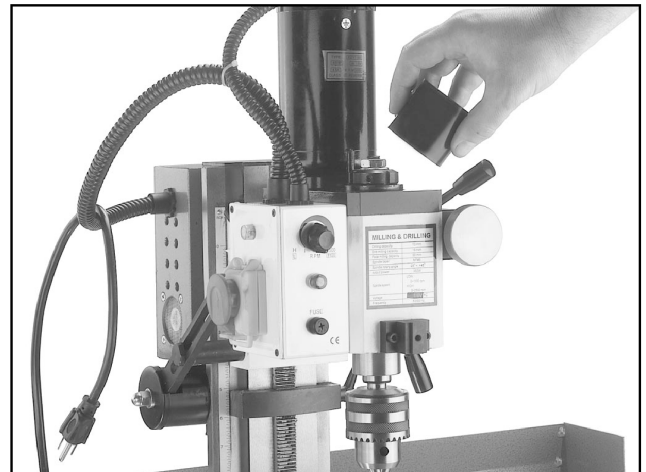

Fig 8. Ta bort spindelns skyddshuv
2. Ta bort spindelns skyddshuv enl. **fig. 8.** **OBS!** - om Du inte lyckas att ta bort huven genom att dra i den, ge en stöt med handen från sidan.